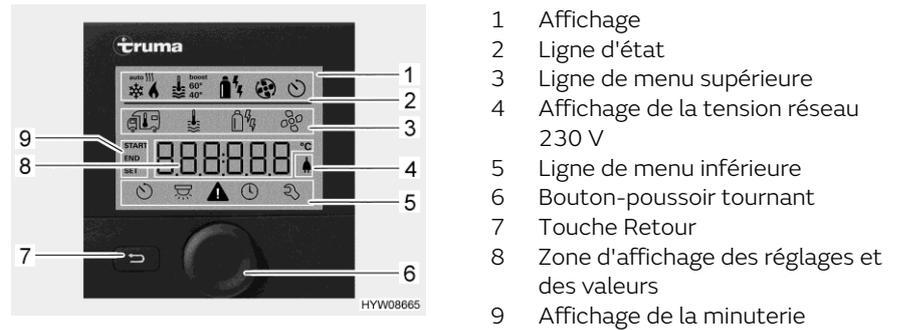
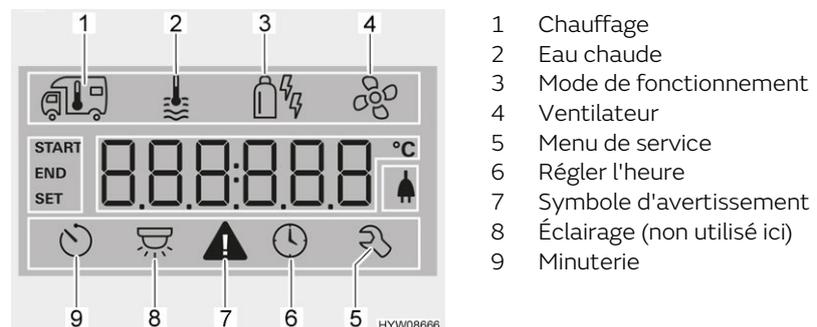

Fig. 206 Unité de commande avec affichages
Fig. 207 Écran (unité de commande)
- Ligne d'état (Fig. 206,2)
- Ligne de menu supérieure (Fig. 206,3)
- Zone d'affichage (Fig. 206,8)
- Ligne de menu inférieure (Fig. 206,5)
- Appuyer sur le bouton-poussoir tournant (Fig. 206,6) pendant env. 3 secondes. Les deux lignes de menu (Fig. 206,3 et Fig. 206,5) sont affichées. Le premier symbole clignote.
- Tourner le bouton-poussoir tournant (Fig. 206,6) jusqu'à ce que le symbole de menu désiré clignote.
- Appuyer sur le bouton-poussoir tournant pour enregistrer la valeur réglée. Si la valeur réglée à l'origine ne doit pas être modifiée : Appuyer sur la touche Retour (Fig. 206,7).
- Tourner le bouton-poussoir tournant (Fig. 206,6) jusqu'à ce que le symbole de menu du chauffage (Fig. 207,1) clignote.
- Appuyer sur le bouton-poussoir tournant pour enregistrer la valeur réglée. Le symbole clignote dans la ligne d'état (Fig. 206,2) jusqu'à ce que la température ambiante réglée soit atteinte. Si la valeur réglée à l'origine ne doit pas être modifiée : Appuyer sur la touche Retour (Fig. 206,7).
- Tourner le bouton-poussoir tournant (Fig. 206,6) jusqu'à ce que le symbole de menu de l'eau chaude (Fig. 207,2) clignote.
- Appuyer sur le bouton-poussoir tournant pour enregistrer la valeur réglée. Le symbole clignote dans la ligne d'état (Fig. 206,2) jusqu'à ce que la température d'eau chaude réglée soit atteinte. Si la valeur réglée à l'origine ne doit pas être modifiée : Appuyer sur la touche Retour (Fig. 206,7).
- Tourner le bouton-poussoir tournant (Fig. 206,6) jusqu'à ce que le symbole de menu de mode de fonctionnement (Fig. 207,3) clignote.
- Appuyer sur le bouton-poussoir tournant pour enregistrer le mode de fonctionnement réglé. Si le réglage d'origine ne doit pas être modifié : Appuyer sur la touche Retour (Fig. 206,7).
- Tourner le bouton-poussoir tournant (Fig. 206,6) jusqu'à ce que le symbole de menu du ventilateur (Fig. 207,4) clignote.
- Tourner le bouton-poussoir tournant (Fig. 206,6) jusqu'à ce que le symbole de menu de la minuterie (Fig. 207,9) clignote.
- Appuyer sur le bouton-poussoir tournant. La minuterie est activée. Le symbole de la minuterie (Fig. 207,9) clignote quand cette dernière est programmée et active.
En cas d'avertissement, le symbole correspondant (Fig. 207,7) clignote. Le chauffage continue de fonctionner. Le symbole d'avertissement s'éteint de lui-même quand il ne s'agit que d'un dérangement passager.